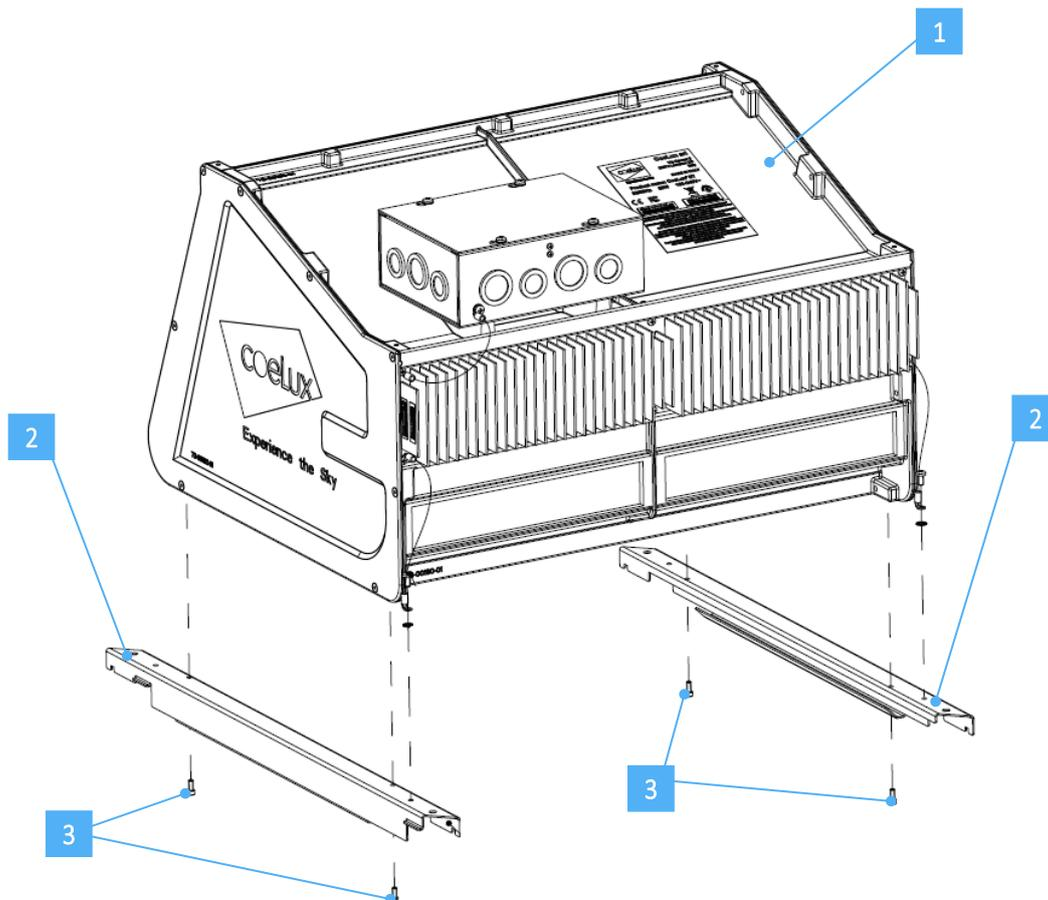
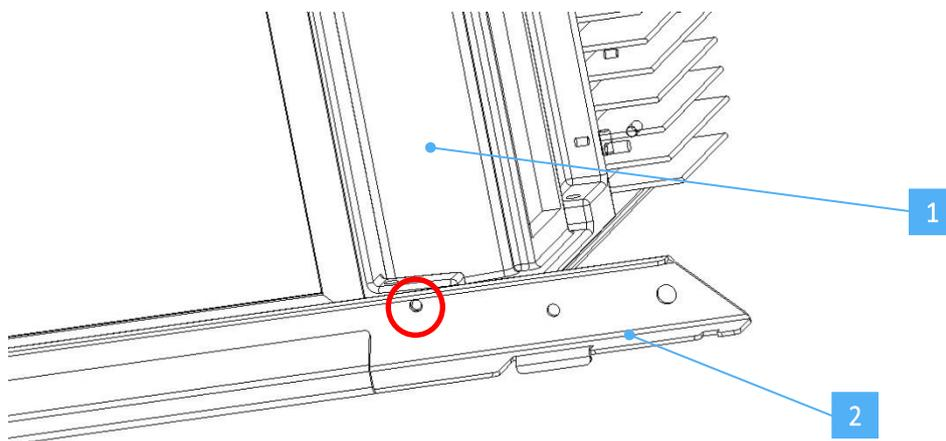

Fig. 3
Fig. 4 *Détail des barres de soutien [2] de Coelux ST (vu du bas).
- B. Assembler les barres de soutien [2] avec le corps principal [1] (Figure 3) en utilisant les vis M4 fournies [3] à placer dans les trous indiqués sur la Figure 4.